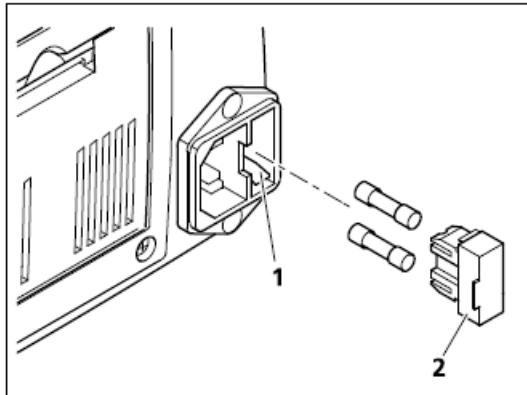

图. 5-1 更换主机保险丝
- ¶ 借助小型螺丝刀（如有必要），向外拔出保险丝座（图5-1/2）。
- ¶ 把保险丝座推入保险丝盒（图5-1/1），使之到位为止。